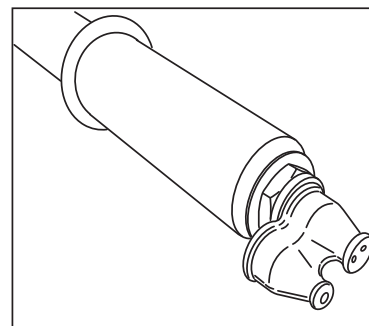

Figure 8.
1. Déterminez le motif de pulvérisation voulu. L'embout a une option à un seul trou pour un motif à jet ou une option à deux trous pour un motif en éventail. **Voir la figure 8.**